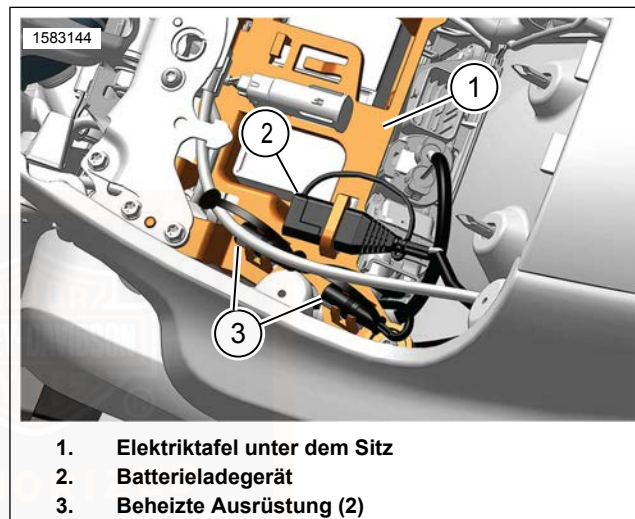
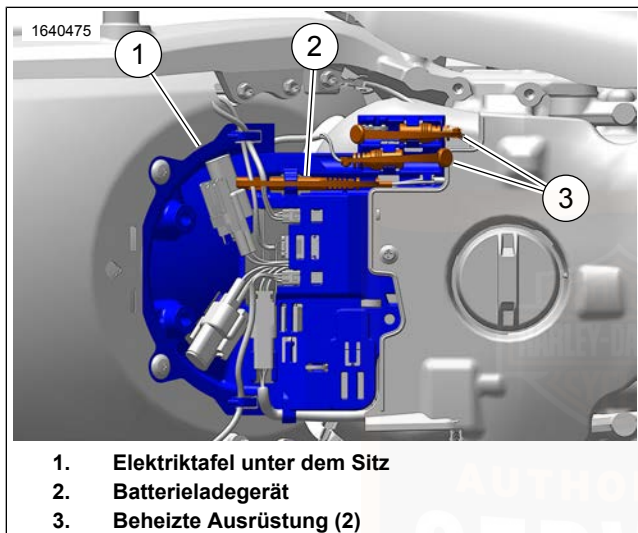

Abbildung 48. Unter dem Sitz (oben montierter Kraftstofftank)
Abbildung 49. Unter dem Sitz (Kraftstofftank unter dem Sitz)
Siehe Abbildung 48 oder Abbildung 49 . Die Steckverbinder für beheizte Ausrüstung (3) befinden sich in der Elektrietafel unter dem Sitz (1). Um Schäden während des Betriebs zu vermeiden, müssen die Steckverbinder für beheizte Ausrüstung ordnungsgemäß verlegt werden.
2. Siehe Abbildung 48 oder Abbildung 49 . Die unter dem Sitz versteuten Steckverbinder für beheizte Ausrüstung (3) aus der Elektrietafel (1) entfernen.